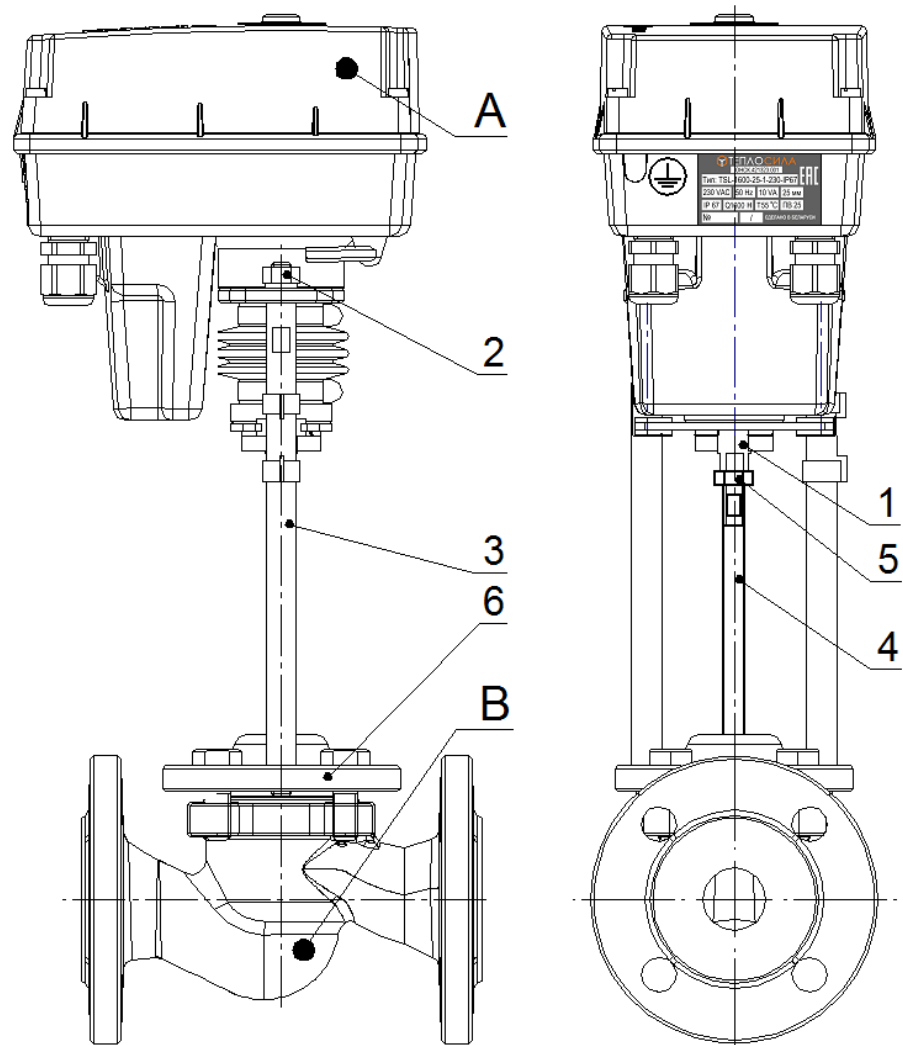

Рисунок 2. Механическое присоединение в столбиковом исполнении
3.1.1 Механическое присоединение в столбиковом исполнении (см. рисунок 2).